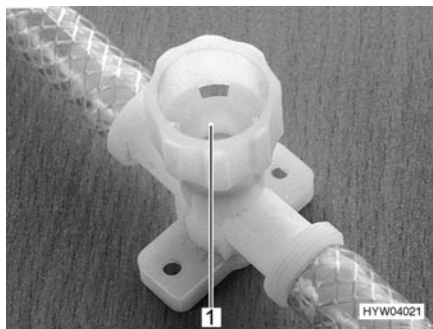

Fig. 135 Llave de desagüe para calentador Therme
- Cerrar la llave de desagüe. Para ello, girar el capuchón (Fig. 135,1) en sentido de las agujas del reloj.
- Abrir la llave de desagüe del calentador Therme. Para ello, girar el capuchón (Fig. 135,1) en sentido contrario a las agujas del reloj.